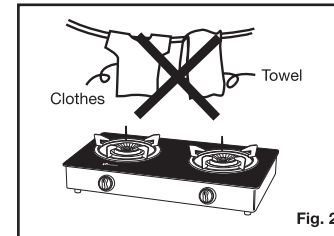

Fig. 2
- Utiliser uniquement pour la cuisine. Ne pas utiliser pour le séchage des serviettes de bain, vêtements etc... (Fig. 2)